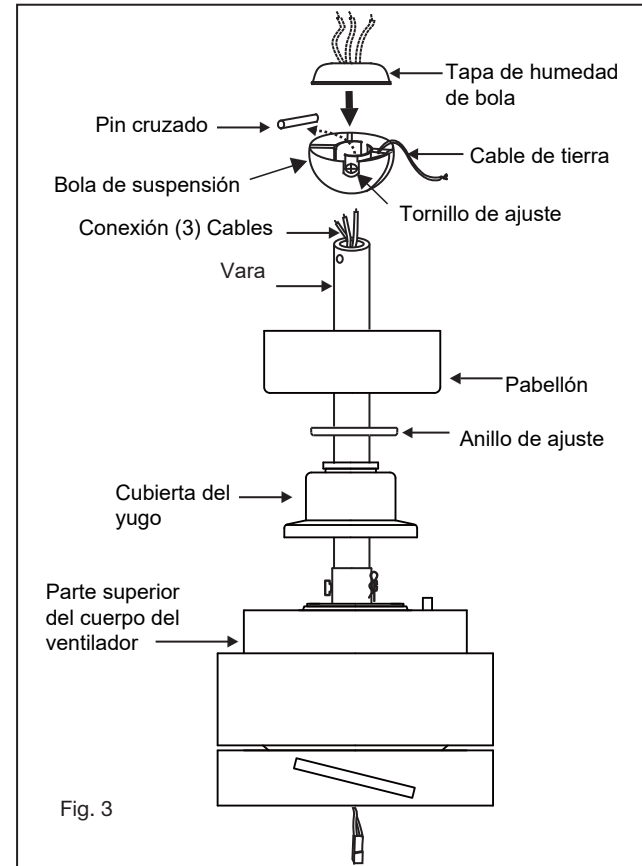

Fig. 3
- 6 Deslice la cubierta del yugo, el anillo de ajuste y el dosel sobre la varilla. (Fig. 3)
- 8 Pase los cables a través de los agujeros en la tapa de humedad de la bola de goma y deslice la tapa hacia abajo sobre la parte superior de la bola. (Fig. 3)
Conexiones eléctricas del motor al receptor: (Fig. 3) Conecte el cable negro del ventilador al cable negro marcado "TO MOTOR L" en el receptor. Conecte el cable blanco del ventilador al cable blanco marcado "TO MOTOR N" en el receptor. Conecte el cable azul del ventilador al cable azul marcado "PARA LA LUZ" en el receptor. Asegure todas las conexiones de cables con las tuercas de cable de plástico provistas.
Conexiones eléctricas del receptor a los cables de suministro de la casa: (Fig. 3) Conecte el cable negro (caliente) del techo al cable negro marcado "AC in L" del receptor. Conecte el cable blanco (neutro) desde el techo al cable blanco marcado "AC in N" desde el receptor. Asegure las conexiones de los cables con las tuercas de alambre de plástico provistas.
Si su caja de salida tiene un cable a tierra (verde o cobre desnudo) conéctelo a los cables a tierra del ventilador; de lo contrario, conecte el cable de tierra del soporte colgante al soporte de montaje. Asegure la conexión del cable con una tuerca de plástico provista. Después de conectar los cables, sepárelos para que los cables verde y blanco estén a un lado de la caja de salida y los cables negro y azul al otro lado. Cuidadosamente meta las conexiones de los cables en la caja de salida. (Fig. 3)